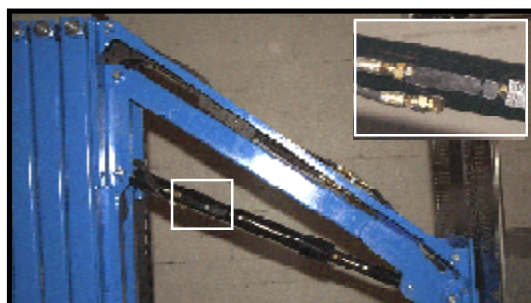

Fig. 5 - Clapet anti-retour piloté hydrauliquement.
- Le mouvement d'élévation du bras est assuré par un vérin hydraulique simple effet équipé d'un clapet anti-retour piloté hydrauliquement et d'un ralentisseur de descente (Fig. 5).
- L'appareil est muni de deux types de chaînes (Page 12 - Fig. 5) :